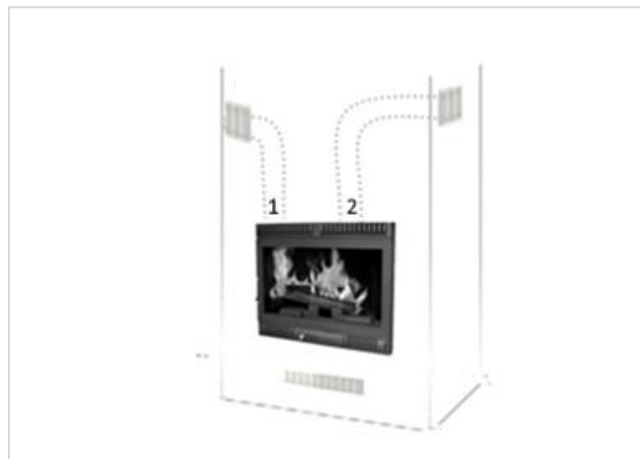

Abbildung 5
1. Das Gerät verfügt an der Oberseite über zwei Öffnungen (siehe 1 und 2 in Abbildung 5), die den Anschluss eines Rohrs zur Kanalisierung der Warmluft ermöglichen.